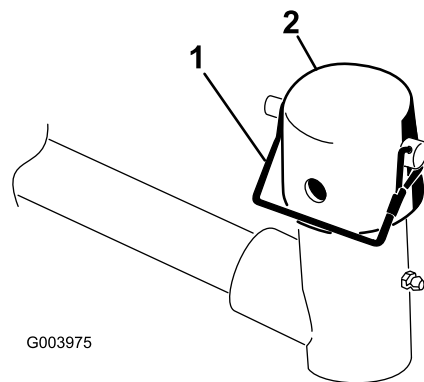

Bild 4
3. Entfernen Sie an jedem Hubarm der Mähwerke den Klapstecker, mit dem die Kappe am Schwenkbügel des Hubarms befestigt ist, und nehmen Sie die Kappe ab (Bild 4).